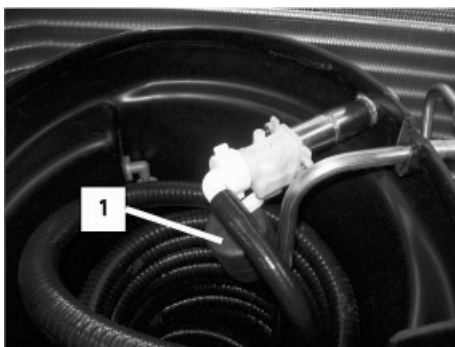

Abb. 30
3. Das Schwimmerventil (Abb. 30/1) ist werkseitig so eingestellt, dass der Kühlwasserstand an der Füllstandsanzeige bei geschlossenem Ventil im oberen Drittel zwischen der Maximum- und Minimummarkierung steht.